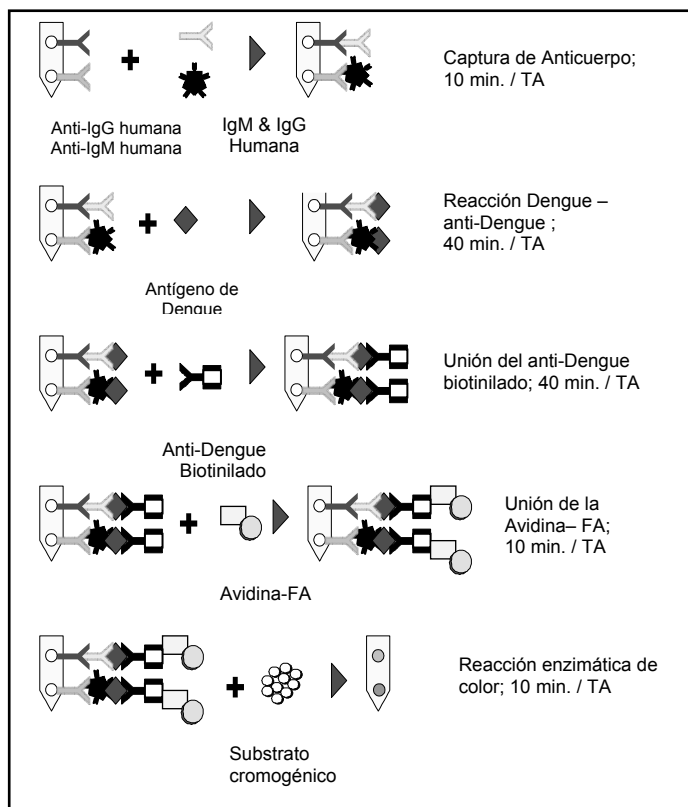

Figura 1. Principio de la Prueba
Para comenzar la prueba, las muestras de suero o plasma son agregadas al diluyente en los pocillos de la fila A de la bandeja de desarrollo. Luego se inserta el peine en los pocillos de la fila A. La IgM e IgG serán capturadas, respectivamente, por los anticuerpos anti-IgM y anti-IgG en los puntos inferior y medio del diente de la fila A (Figura 1). En la fila B, los anticuerpos anti-Dengue IgM e IgG capturados en los puntos inferior y medio del diente reaccionarán con los antígenos de Dengue. En la fila C, los antígenos de Dengue capturados sobre los dientes, reaccionarán con anticuerpos anti Dengue biotinilados. En la fila D el complejo antígeno/anticuerpo biotinilado en los puntos inferior y medio del diente, y la albúmina de suero bovino biotinilada en el punto superior (Control Interno), reaccionará con la estreptavidina marcada con fosfatasa alcalina (FA). En la fila E los compuestos no unidos son removidos mediante un lavado. En la fila F, la Fosfatasa Alcalina unida reaccionará con los componentes cromogénicos. Los resultados son visibles como puntos azul grisáceos en la superficie de los dientes del peine.